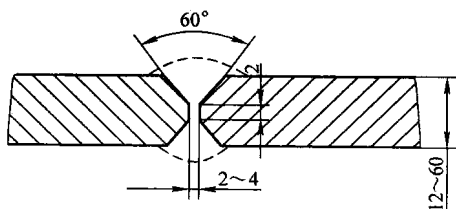

图 1-8 X 形坡口
4) X 形坡口常用于厚度在 12 ~ 60mm 板材的双面焊接, 焊后的残余变形较小, 如图 1-8 所示。